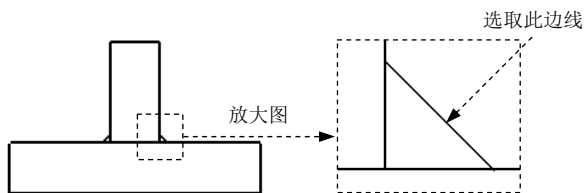

图 6.13.4 选取标注焊接符号边
Step4. 选取焊接符号边线。在视图选取图 6.13.4 所示的边线，然后在合适的位置单击。